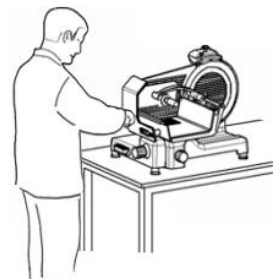

Abb. 22
3. Nehmen Sie eine korrekte Position ein, um Unfälle zu vermeiden: greifen Sie mit der rechten Hand den Griff der Pressvorrichtung (5) und halten Sie die linke Hand neben der Aufschnittführung (21) bereit, um die geschnittenen Scheiben zu entnehmen **(ohne dabei mit dem Messer in Berührung zu kommen)**.
4. Der Körper muss dem Arbeitstisch gegenüber senkrecht stehen. (Abb. 22).